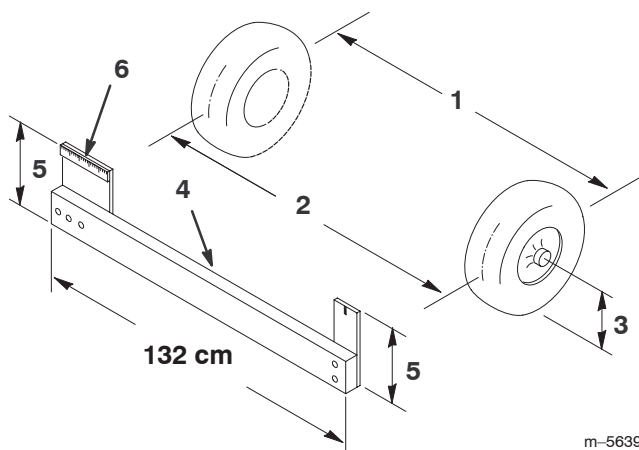

Figure 51
4. Mesurez la distance entre les roues avant à hauteur d'essieu, à l'avant et à l'arrière des roues (Fig. 51). Un gabarit ou un compas à verges est nécessaire pour mesurer l'arrière des roues avant à hauteur d'essieu. Utilisez le même gabarit ou outil pour mesurer précisément l'avant des roues avant à hauteur d'essieu (Fig. 51).